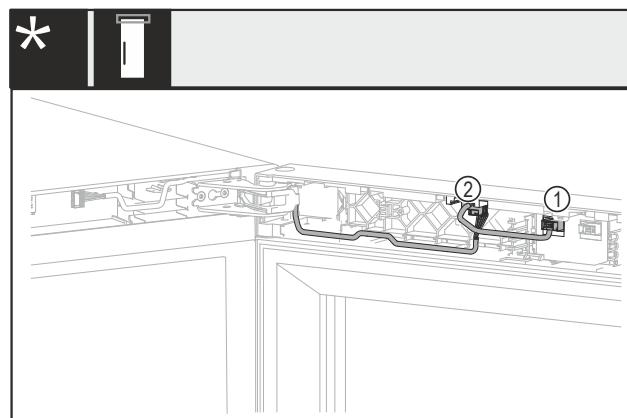

Fig. 18 Sin candado o con candado mecánico\*
- Extraiga el conector macho Fig. 18 (1)\*
- Extraiga el conector macho Fig. 18 (2)\*